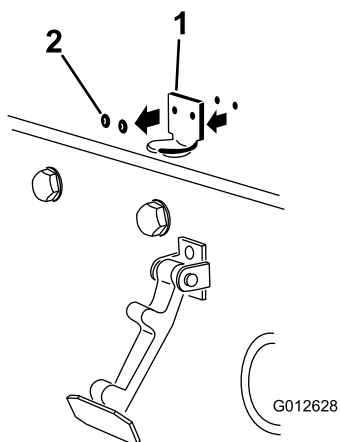

図 15
2. フードラッチのブラケットをフードに固定しているリベット 2 本を外し 図 15 フードからフードラッチのブラケットを取り外す。